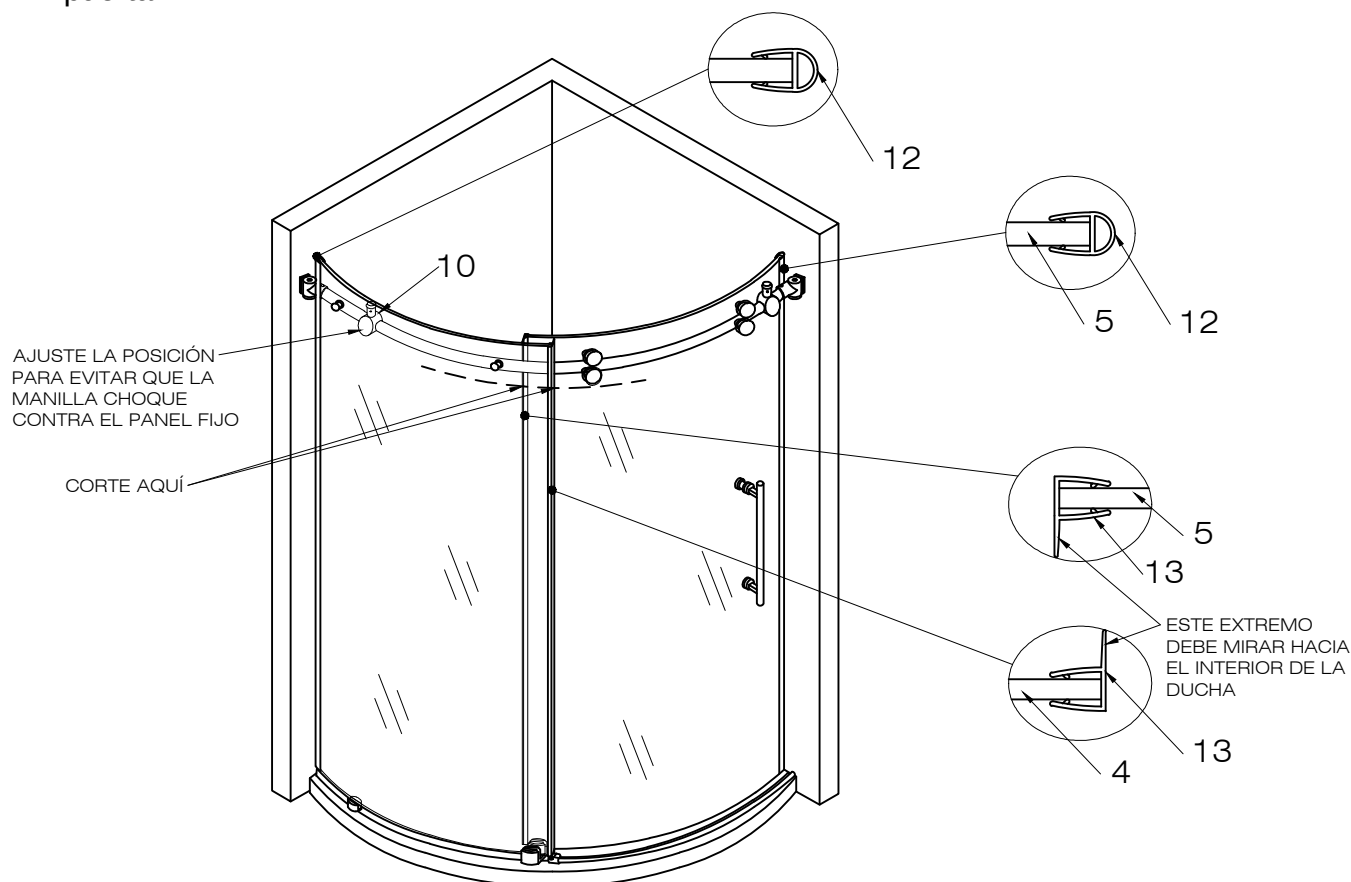

FIG.10
4. Es posible que ahora tenga que cambiar la posición del tope de la puerta (nro. 10) para evitar que la manilla choque contra el panel fijo cuando la puerta esté abierta. Ajústelo como corresponda. [CONSULTE LA FIG. 10]
1. Coloque las tiras selladoras (nros. 12 y 13) en la puerta y en el panel fijo respectivamente. [CONSULTE LA FIG. 10]